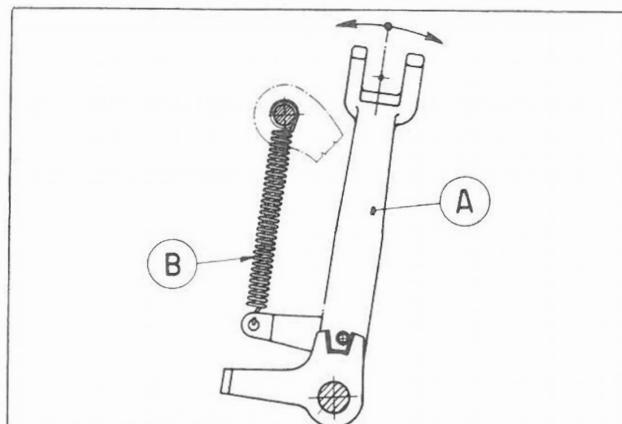

Fig. 48
LDA672/673 - 832/833 - Il dispositivo è automatico e consente alla leva comando pompa iniezione di compiere un supplemento di corsa sino alla posizione di massima portata della cremagliera prima dell'entrata in azione del regolatore (Fig. 48).
LDA 672/673 - 832/833 - The device is automatic and allows the injection pump control lever to make an extra travel all the way to the position of the rack maximum delivery before the governor calls it back (Fig. 48). Check that lever (A) runs freely for its full travel and spring (B) is not damaged or has lost its elasticity. Spring free length is 42 mm.
LDA 672/673-832/833 - Le dispositif est automatique et permet au levier de commande de la pompe d'injection d'effectuer un supplément de course jusqu'à la position de débit maximum de la crémaillère avant l'entrée en action du régulateur (fig. 48).